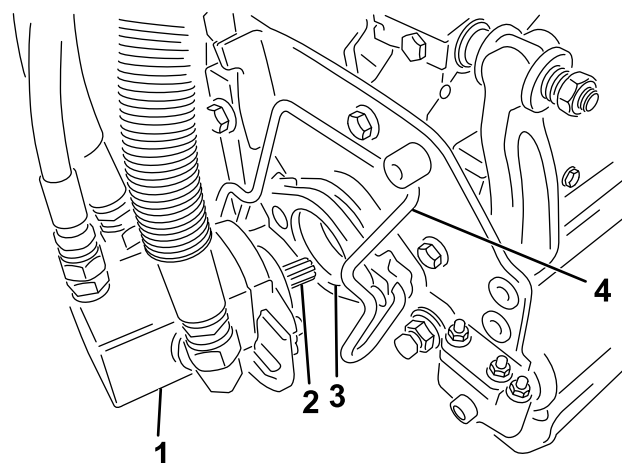

Figura 35
5. Spalmate del grasso pulito sull'albero scanalato del motore dell'apparato di taglio (Figura 35).
6. Inserite il motore nel lato sinistro dell'apparato di taglio (come mostrato dalla posizione dell'operatore) e tirate la barra di fissaggio del motore sull'apparato di taglio verso il motore stesso fino a udire chiaramente uno scatto da ambo i lati del motore (Figura 35).